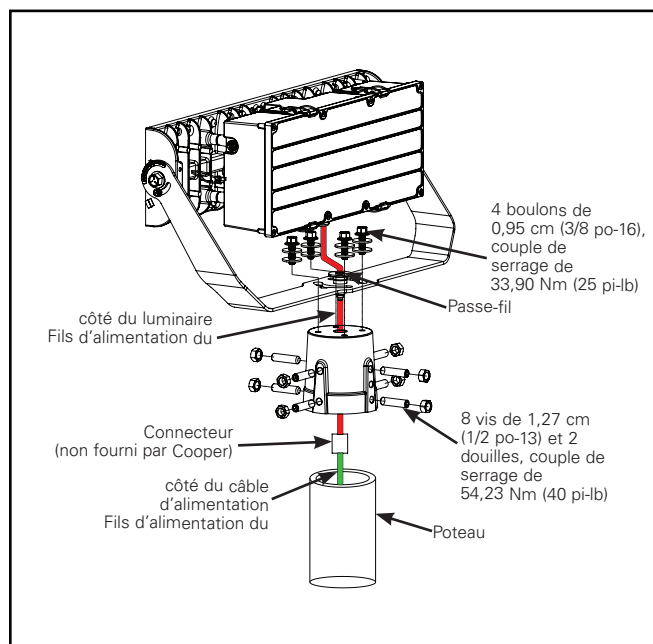

Figure 17.
Adaptateur d'emboîtement de tourillon pour étrier (figures 17, 18)
2. Décollez le papier protecteur de la bride de fixation du passe-fils pour exposer l'adhésif et tirez le passe-fils à travers le support de l'étrier de sorte que la bride se trouve au-dessus du support et que le corps du joint se trouve en dessous de l'endroit où l'adaptateur d'emboîtement sera installé (fig. 17).
3. En utilisant le passe-fils et le trou central de l'adaptateur d'emboîtement comme guides, montez l'adaptateur d'emboîtement sur le côté inférieur de l'étrier avec les quatre (4) boulons de 0,95 cm (3/8 po-16) et les huit (8) rondelles plates fournies. Serrez à un couple de 33,90 Nm (25 pi-lb) (fig. 17).